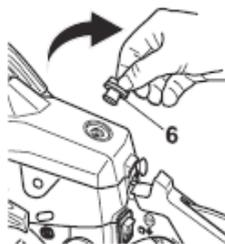

Fig. 53
1. Desserrez la vis de fixation (6) et retirez le cache du filtre à air. (7) (Fig. 53,54).